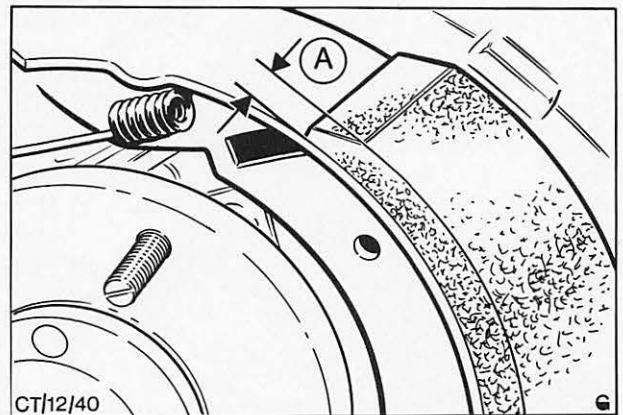

Abb. 6 Bremsbelagabnutzung
3. Zustand und Dicke der Bremsbeläge prüfen. Die Mindestbelagdicke (Maß A in Abb. 6) beträgt 1,5 mm.